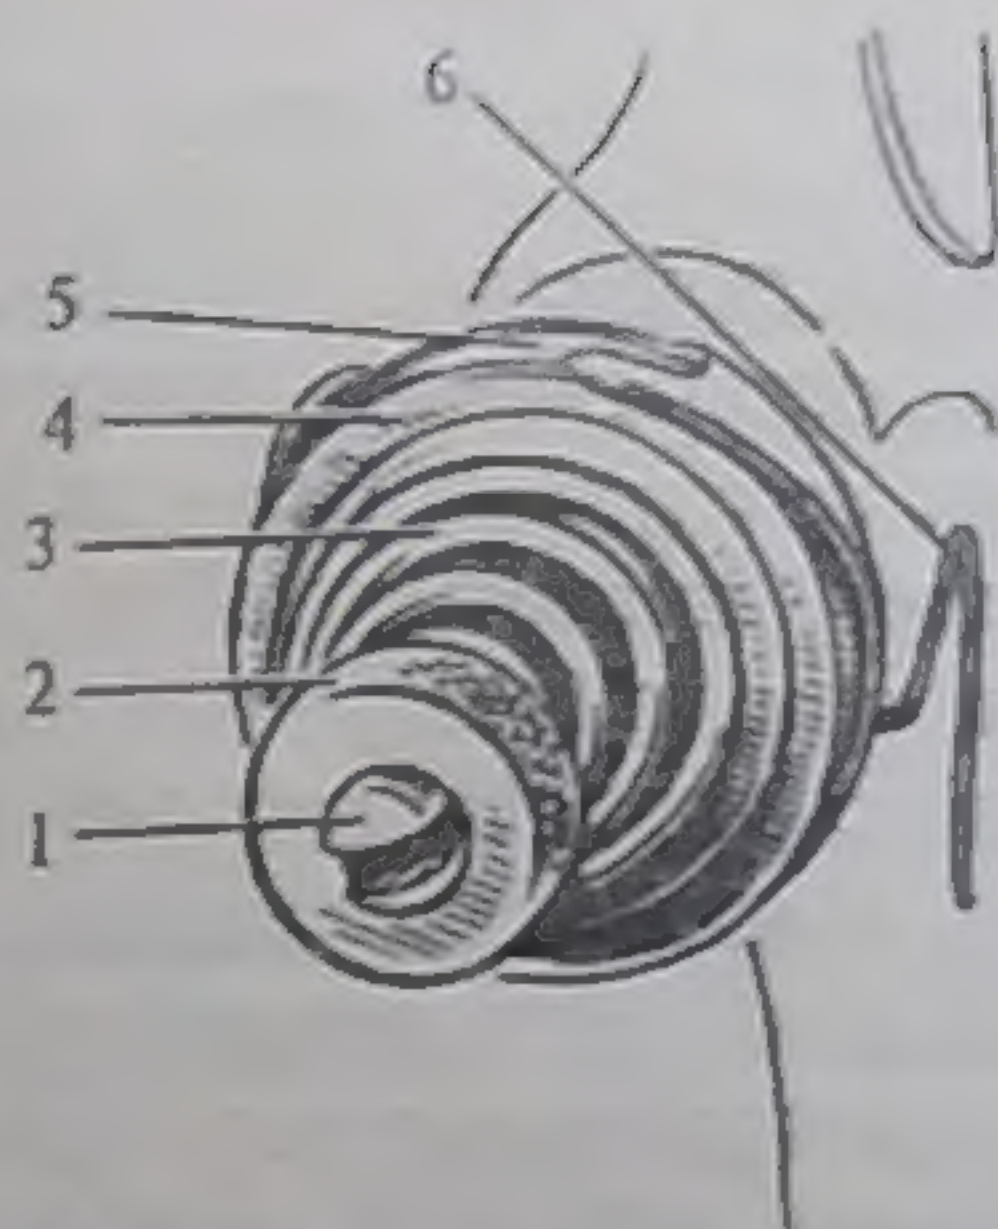

Рис. 3. Комплект натяжения верхней нитки:
- 2) комплект натяжения верхней нитки (рис. 3);
Натяжение верхней нитки зависит от давления пружины у зажимных тарелочек (см. рис. 3). Поворачивая гайку, закрепляющую эту пружину, можно ослабить или зажать эту нитку. Если поворачивать гайку слева вверх направо (по часовой стрелке), то нитка будет зажиматься, при обратном же вращении освободится. Если вставить в отрегулированную машину более толстые нитки, то их натяжение, конечно, будет туже и пружину придется ослабить. Не следует забывать, что эти зажимные тарелочки начинают действовать лишь после того, как будет опущен вниз рычаг подъема лапки (см. рис. 2). При поднятом рычаге нитка свободно проходит через тарелочки без всякого натяжения. Это сделано для того, чтобы не ломалась иголка при вытаскивании материала.